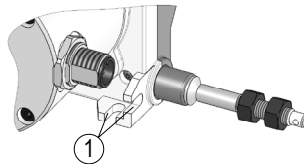
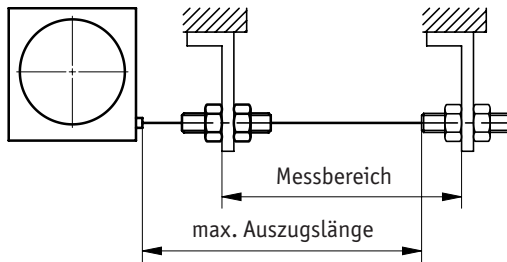

Abb. 2: Montage
Abb. 3: Prüfung Auszugslänge
- ▶ Das Seil nicht über die angegebene maximale Auszugslänge ausziehen (siehe Abb. 3).
- ▶ Seil senkrecht zum Seilausgang führen (siehe Abb. 3).
Montage Seilzuggeber (Abb. 2, Abb. 3):
2. Nach der Befestigung des Seilzuggebers ist die maximale Auszugslänge zu prüfen (Abb. 3). Das Seilabschluss-Stück (Seilaufnahme, Konter- und Einstellmutter) bzw. das Seil muss dazu bis an die vorgesehene Befestigungsstelle ausgezogen werden. Das Seil darf dabei nicht verdreht werden.